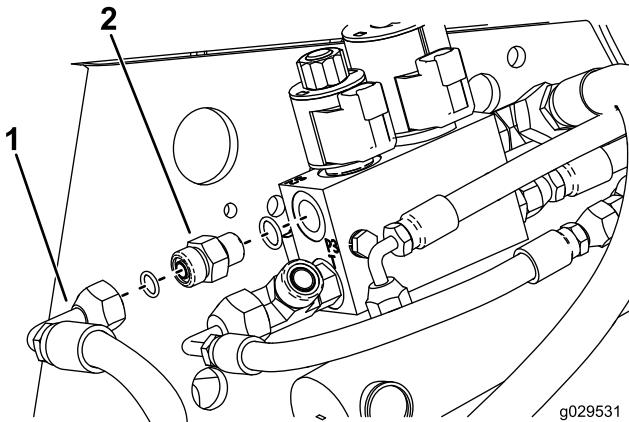

Figure 19
7. Vissez le raccord hydraulique dans l'ouverture de la vanne (Figure 19).
10. Fixez le raccord de flexible au raccord droit (Figure 19).